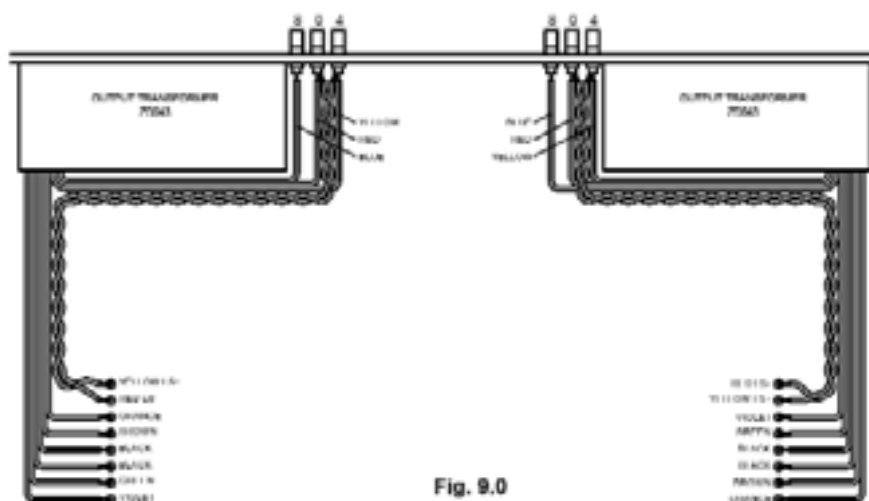

Fig. 9.0
- Collegare il trasformatore d'uscita collocato a sinistra con il connettore di sinistra SK7 ed il trasformatore collocato a destra con il connettore di destra SK8. I cavetti twistati gialli e rossi devono essere connessi ai relativi connettori (vedere fig. 9.0).